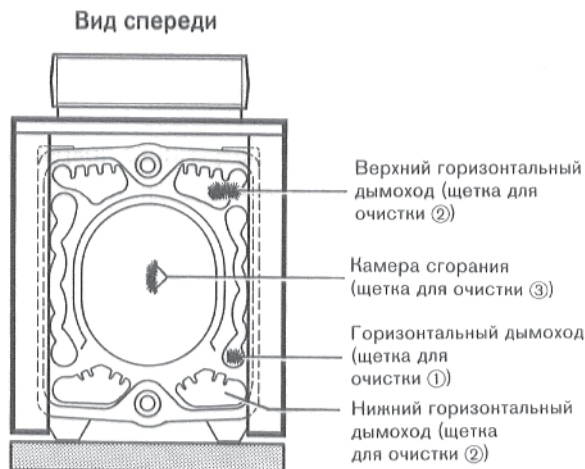

Рис. 32
Произвести щеткой ③ очистку камеры сгорания (рис. 32).
Произвести щеткой ② очистку верхних горизонтальных газоходов (рис. 32).
Произвести щеткой ① очистку отдельных горизонтальных газоходов спереди назад (рис. 32).
Произвести щеткой ② очистку нижних горизонтальных газоходов (рис. 32 и 33).